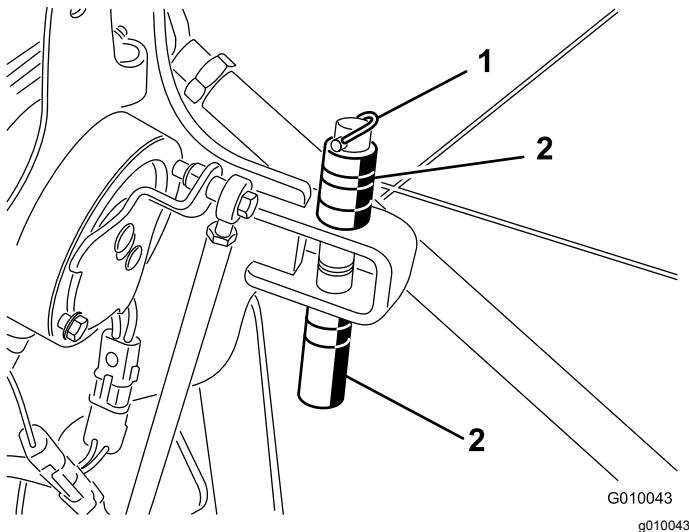

Bild 20
2. Entfernen Sie den Klappstecker, mit dem die Distanzstücke und die Tiefenstifte befestigt sind (Bild 20).